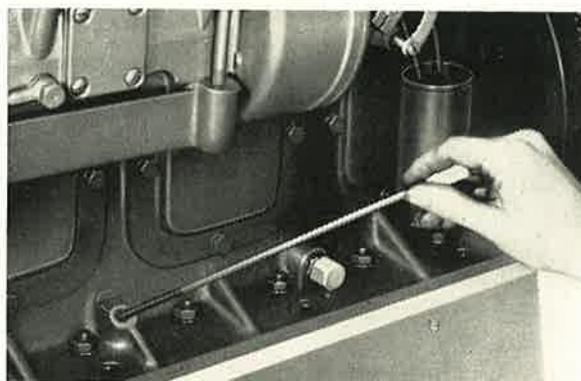

Abb. 63
- Den Ölspiegel mit dem Ölmesstab kontrollieren (Abb. 63).